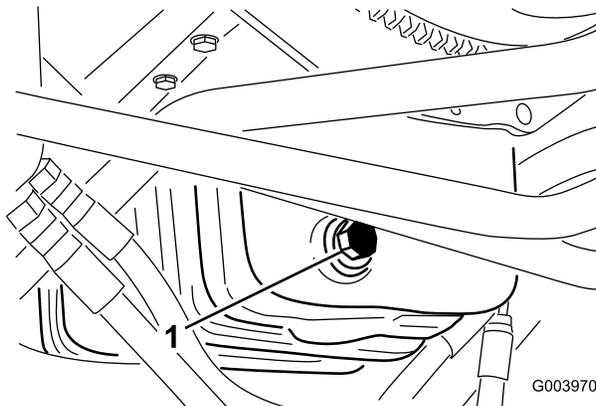

図 53
1. ドレンプラグ(図 53)を外してオイルを容器に受ける。